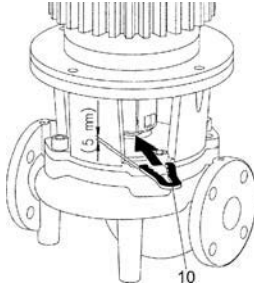

Fig. 19: Ansetzen der Montagegabel
- Montagegabel (Fig. 19, Pos. 10) zwischen Laterne und Kupplung schieben. Die Montagegabel muss spielfrei sitzen.